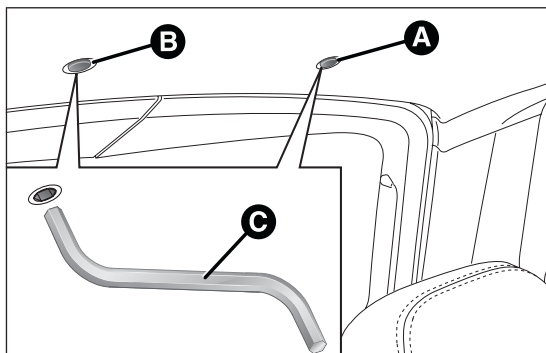

fig. 72
- Actionnement du rideau** : retirer le bouchon de protection A fig. 72 situé sur le revêtement intérieur ;